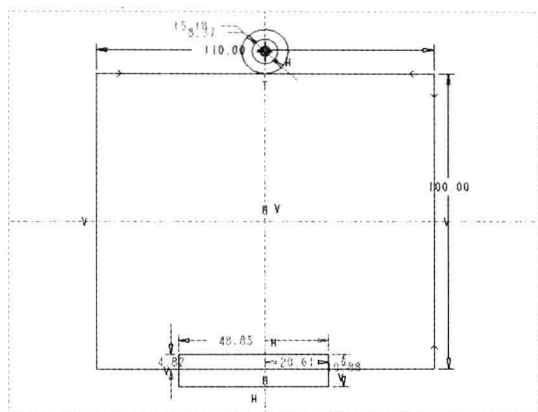

图 13-26 绘制同心圆
Step 08 在“功能区”选项板的“草绘”选项卡中，单击“草绘”面板中“圆”右侧的下拉按钮，在弹出的下拉列表选中“同心”选项，绘制一个与切圆同心的圆，如图 13-26 所示。